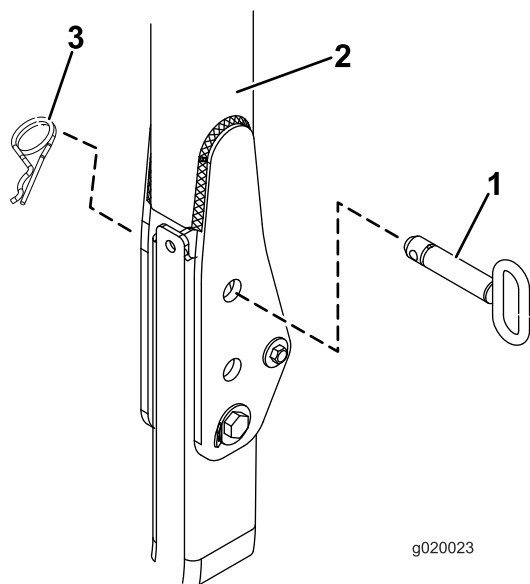

Рисунок 29
2. Для **тяговых блоков Reelmaster 3555 и 3575**: перейдите к пункту 10. На всех остальных моделях установите защитную дугу в поднятое положение, удалите игольчатые шплинты и два штифта (Рисунок 29).